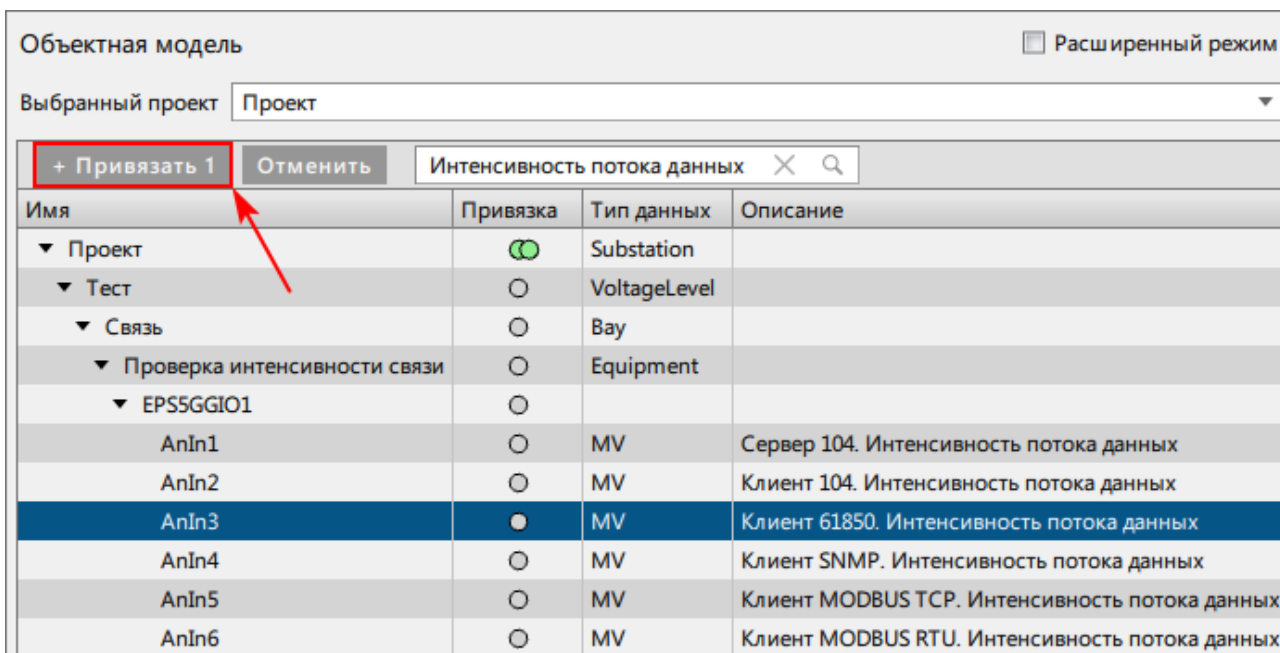

Рисунок 247 - Привязать
4. Нажмите **+ Привязать** (Рисунок 247).